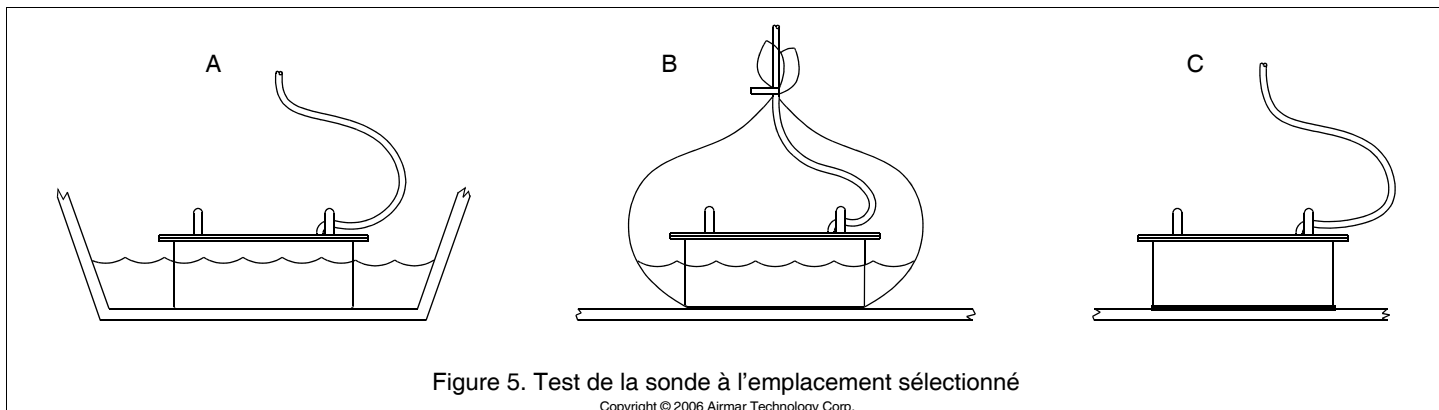

Figure 5. Test de la sonde à l'emplacement sélectionné
- A. Si la sonde doit être près de la poupe et si l'inclinaison de la coque est minime** — Nettoyez toute accumulation de crasse et/ou de graisse à l'aide d'un détergent ou d'un solvant peu agressif tel que de l'alcool. Appliquez la sonde contre la coque et noyez la cale de sorte à couvrir la surface où la sonde et la coque entrent en contact (voir Figure 5-A).
- B. Si l'angle d'inclinaison est modéré** — Si la surface de la coque n'est pas lisse, poncez la surface avec une ponceuse à disque. Enfermez la sonde dans un sac plastique mince. Remplissez partiellement le sac avec de l'eau et fermez-le autour du câble de sonde avec un collier. Humidifiez la surface de la coque et appuyez la face active de la sonde contre la coque à travers le sac (voir Figure 5-B).
C. Pour tous les emplacements — Si la surface de la coque n'est pas lisse, poncez-la avec une ponceuse à disque. Enduisez la face active de la sonde avec un lubrifiant (gel K-Y® par exemple). Appuyez fermement la face active contre la coque dans un mouvement rotatif (voir Figure 5-C). Une fois le test terminé, essuyez toute trace de lubrifiant sur la sonde.